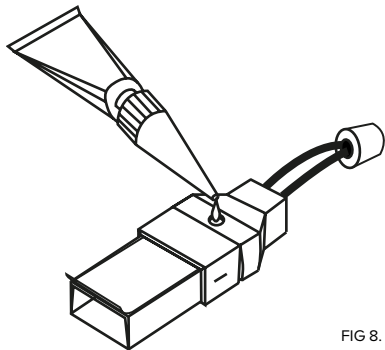

FIG 8.
8. Spuit het afdichtmateriaal via de **achterzijde** (zie fig 8) in de connector en plaats de afdichtdop. Na 60 minuten is het afdichtmateriaal voldoende gedroogd voor beweging. Na 24 uur is het afdichtmateriaal volledig uitgehard.